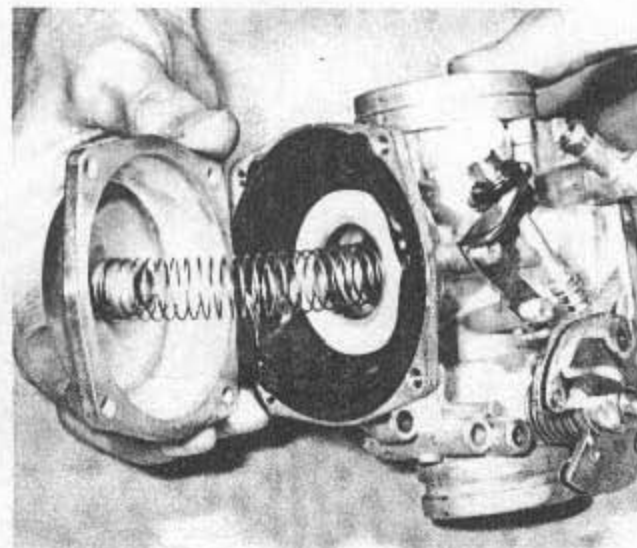
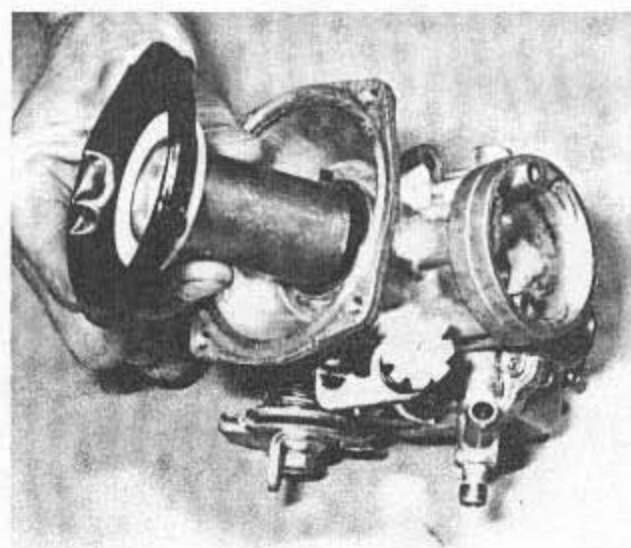

Bild 183
Bild 184
- Der Vergaser wird umgedreht und die zwei verbleibenden Schrauben des Oberteils herausgedreht (Bild 183). Der Mischkammerdeckel lässt sich nun zusammen mit der Kolbenfeder abheben. Anschliessend entferne man vorsichtig die Gummimembrane samt Kolben und Nadeldüse (Bild 184). Den Kolben umdrehen, damit Düsenadel und Nadelsitz herausfallen können (Bilder 185 und 186). In der Folge wird immer vom «Kolben» und nicht vom «Gasschieber» gesprochen, da Gleichdruckvergaser über Drosselklappen gesteuert werden.